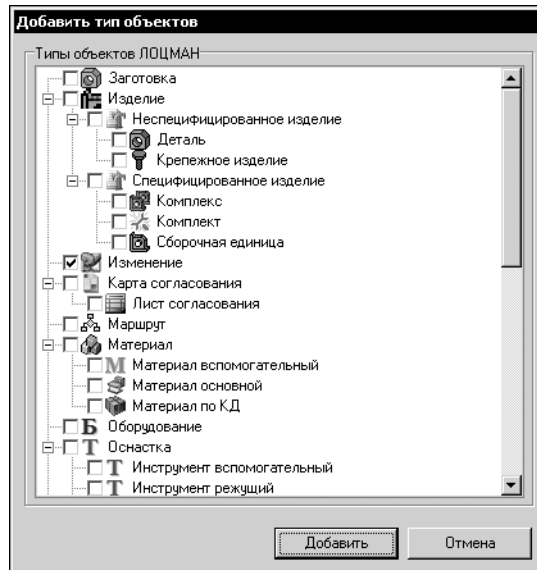

Рис. 23.34. Добавление типа объекта «Изменение»
2. В открывшемся окне **Добавить тип объектов** (рис. 23.34) установите маркеры напротив тех объектов, которые требуется добавить.